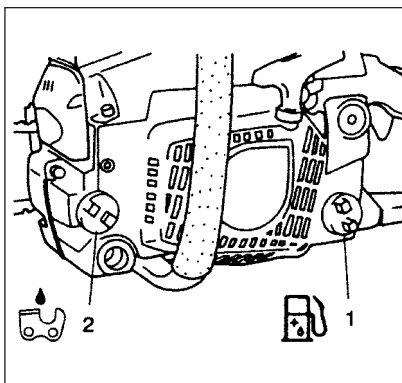

Рис. 2-1B
⚠ ПРЕДОСТЕРЕЖЕНИЕ! (Рис.2-1B)
Масло для цепи (Рис. 2-1B)
При заливке топлива (1) или масла для цепи (2) в бак установите аппарат крышкой вверх. (Рис. 2-1B)